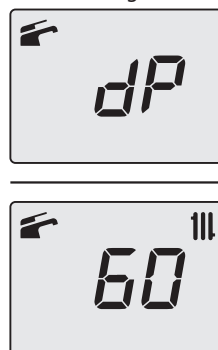

Figura 7.7
- Premere 3 volte il tasto 15 fino a far apparire sul display LCD le lettere **dP** (spazzacamino attivo in massimo sanitario) che si alternano con il valore di temperatura dell'acqua di riscaldamento (es.**60**), indicanti l'entrata nell'attivazione della "funzione spazzacamino" alla potenza massima in sanitario (Figura 7.7).